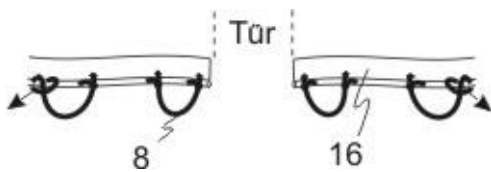

Abb. 8.1
Durch die Gummiseile (8) wird der Cabrio Dome auf dem Schwimmbecken gespannt! (Abb. 8.1) Im Keder (16) sind mehrere Löcher vorhanden. An die ersten zwei Löcher, rechts und links von der Tür wird jeweils ein Gummiseil (8) angeknüpft. Andere Gummiseile (8) an die zwei Löcher, die sich über einen Haken (17) befinden, durchstecken und an Keder verknüpfen. (Abb. 8.2) Den zweiten Knoten nicht zu fest zuziehen, damit das Gummiseil eventuell noch verstellt werden kann. Die Haken (17) befinden sich immer in der Mitte – bitte, das Bild beachten. (Abb. 8.3) Ist das nicht der Fall, das Gummiseil (8) auf neue Löcher anknüpfen!!